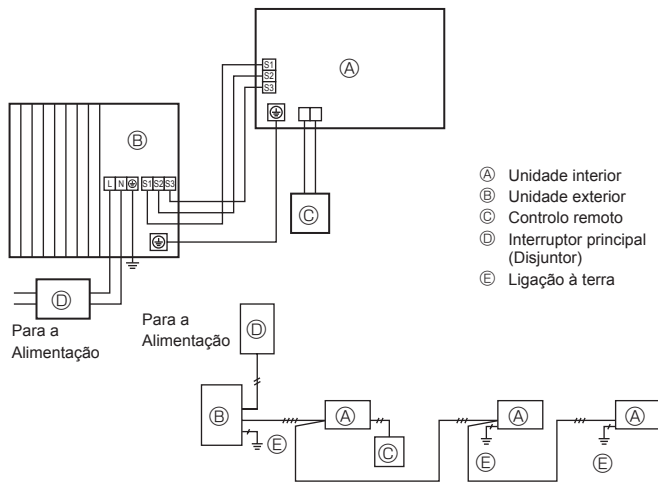
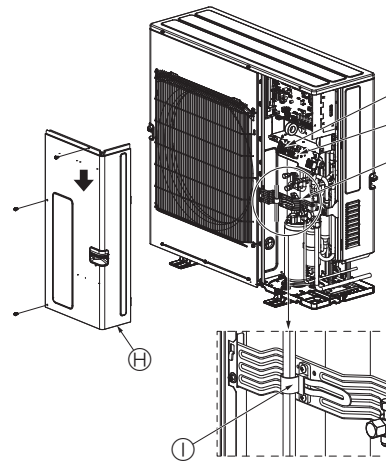

Fig. 6-1
Fig. 6-2
6.1. Outdoor unit (Fig. 6-1, Fig. 6-2)
- ① Remova o painel de manutenção.
- ② Ligue os cabos consultando a Fig. 6-1 e a Fig. 6-2.